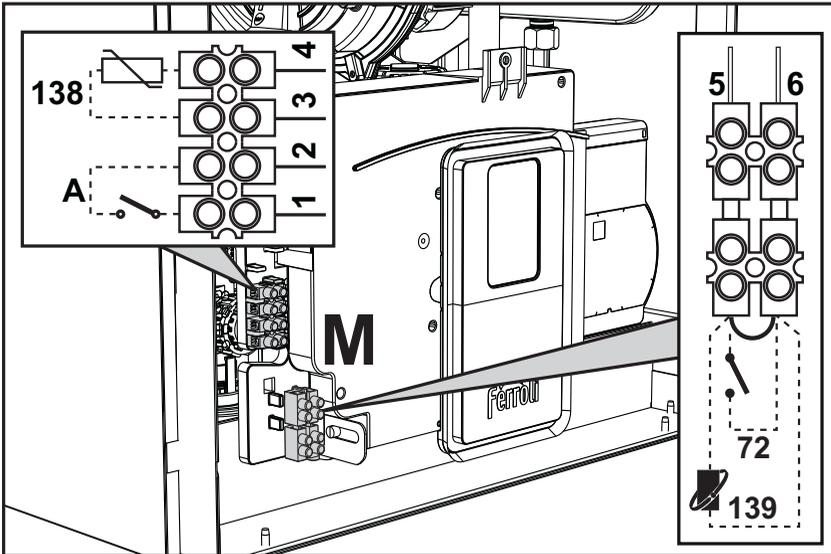

fig. 29
Después de quitar el panel frontal ( "Apertura del panel frontal" en la pág. 101 ) es posible acceder a las borneras (M) y al fusible (F) como se indica a continuación (fig. 29). **Los bornes indicados en la fig. 29 deben tener contactos secos (no 230 V).** La posición de los bornes para las diferentes conexiones también se ilustra en el esquema eléctrico de la fig. 66.
**Configuración del interruptor ON/OFF (A. fig. 29)**